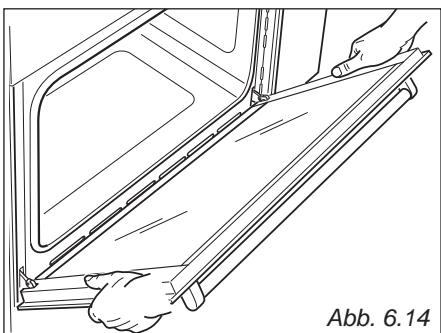

Abb. 6.14
- Die Tür wie in der Abbildung 6.14 gezeigt, fassen.